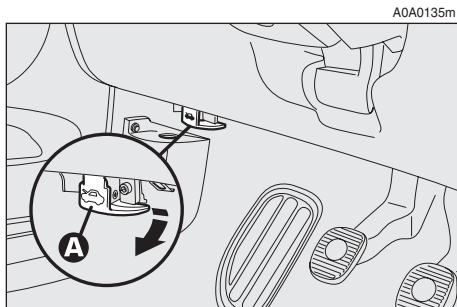

fig. 163
- tire de la palanca de apertura (**A-fig. 163**) hasta oír el “clic” de desenganche.